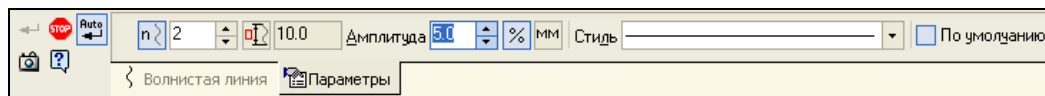

Рис. 12.35. Панель свойств в режиме построения волнистой линии с открытой вкладкой **Параметры**
- ◆ щелкните ЛК мыши по вкладке **Параметры** (рис. 12.35) и введите следующее: